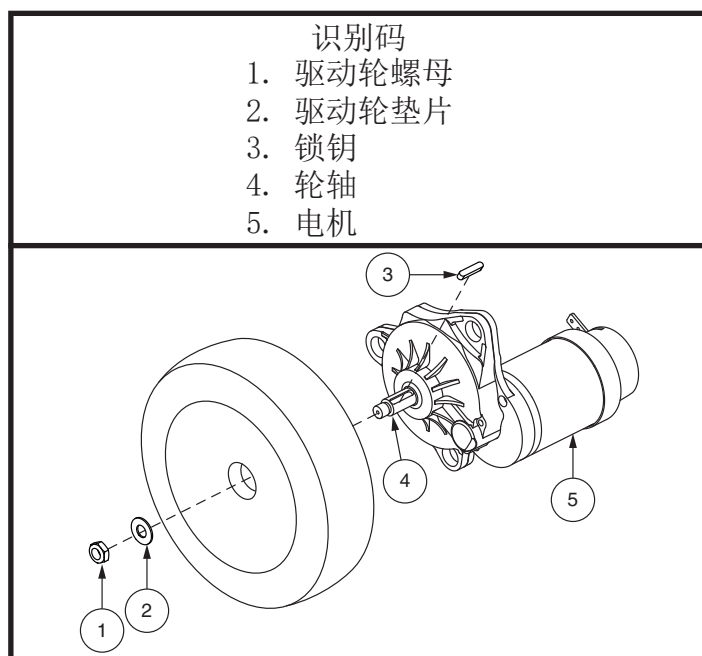

图 16. 拆卸驱动轮
5. 如有轮毂盖，先将其拆下。见图 16。
6. 从轮轴上拆下驱动轮螺母和垫片。见图 16。
12. 重新安装驱动轮螺母并拧紧。见图 16。